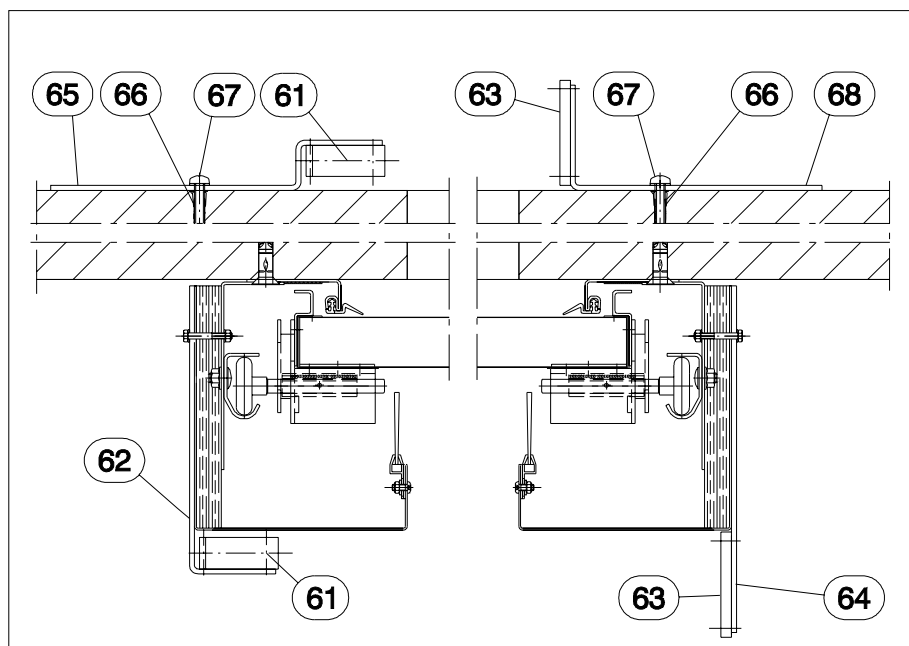

Abb. 23
- Lichtschanke Spiegel (63) parallel zu der Lichtschanke, auf die gegenüberliegende seitliche Zargenverkleidung (57) durch Flachstahl (64) mittels Zylinderkopfschrauben M6x30 – 8.8 (58) befestigen. (s. Abb.23).
- Lichtschanke (61) durch Winkel (65) mittels Universaldübel (z. B. fischer Fu 8x40) (66) und Schraube 6x30 (67) (s. Abb.23) an Wand befestigen (Lichtschanke immer auf Antriebsseite).
- Lichtschankenspiegel (63) parallel zu der Lichtschanke, auf die gegenüberliegende Wandseite durch Winkel (68) mittels Universaldübel (z. B. fischer Fu 8x40) (66) und Schraube 6x30 (67) an Wand befestigen. (s. Abb. 23).